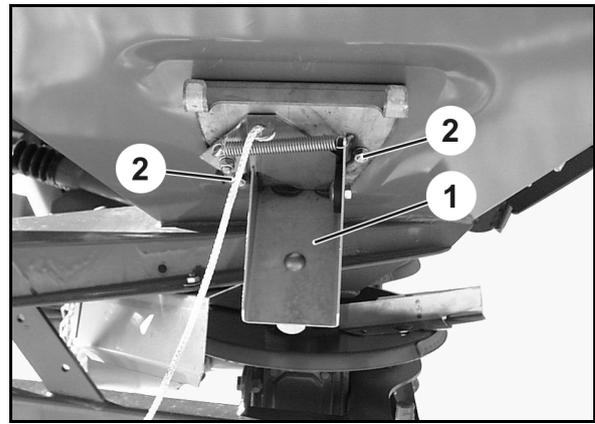

Fig. 42
2. Montare lo scivolo di uscita (Fig. 42/1) mediante le viti di fissaggio (Fig. 42/2).